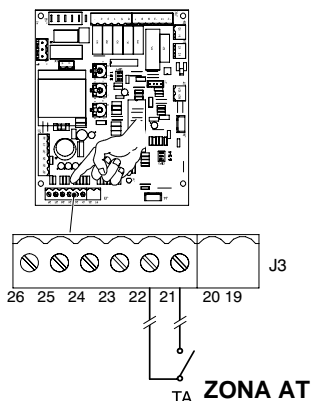

Figura 5.13 Collegamento
- 2 Collegare il termostato ambiente nel connettore J3 come indicato in **Figura 5.13**
- 2 Collegare i termostati ambiente nel connettore J3 come indicato in **Figura 5.13** e rispettivamente: